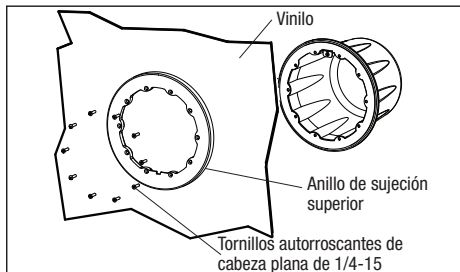

Figure 5. Instalación en piscina de vinilo
3. Alinee el anillo exterior con el nicho. Asegúrese de orientar el nicho de modo que la marca "TOP" (Arriba) esté en la posición de las doce en punto y sujete el anillo exterior al nicho con diez (10) tornillos autorroscantes de cabeza plana de 1/4-15. Apriete los tornillos en un patrón cruzado a aproximadamente 25 in-lb (2,8 Nm). Consulte la *Figure 5*.